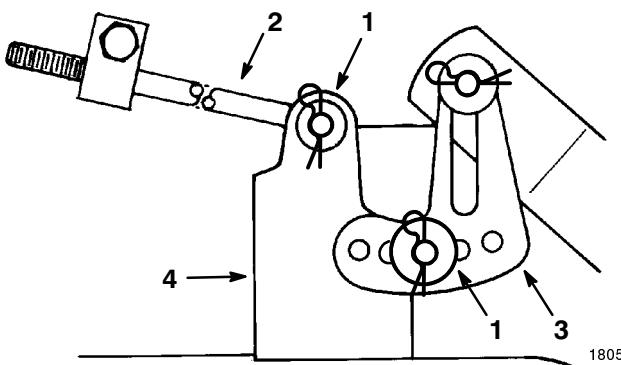

Figure 43
10. Enlevez la goupille fendue et la rondelle de l'extrémité de la longue tige (Fig. 43) et glissez la tige hors du support du plateau. Répétez la procédure de l'autre côté du plateau de coupe.
11. Enlevez la goupille fendue et la rondelle de la patte de mise à niveau du plateau de coupe (Fig. 43). Dégarez la patte de l'axe de montage et remettez la rondelle et la goupille fendue en place pour ne pas les perdre.